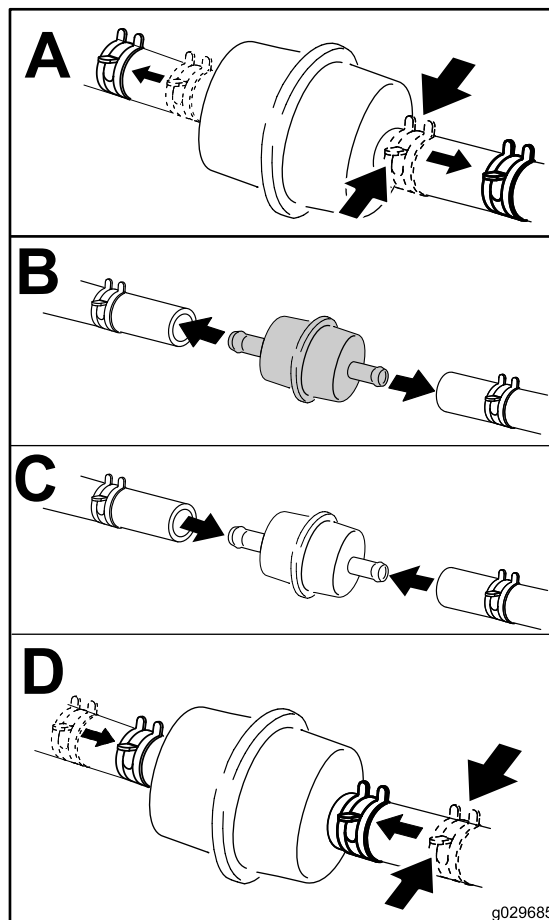

Figure 42
5. Remplacez le filtre à carburant (Figure 42).